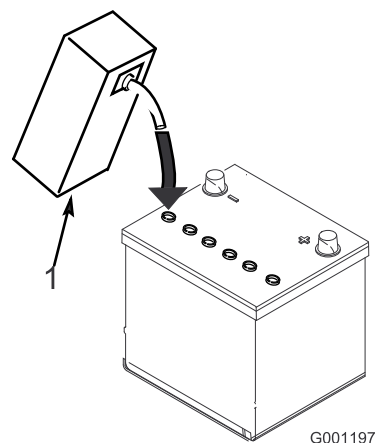

Figura 7
3. Encha cuidadosamente cada célula com electrólito até as placas estarem cobertas com cerca de 6 mm de fluido (Figura 7).
4. Aguarde aproximadamente 20 a 30 minutos para que as placas fiquem embebidas em electrólito. Se necessário, volte a colocar electrólito até ficar cerca de 6 mm acima do fundo do depósito de enchimento (Figura 7).